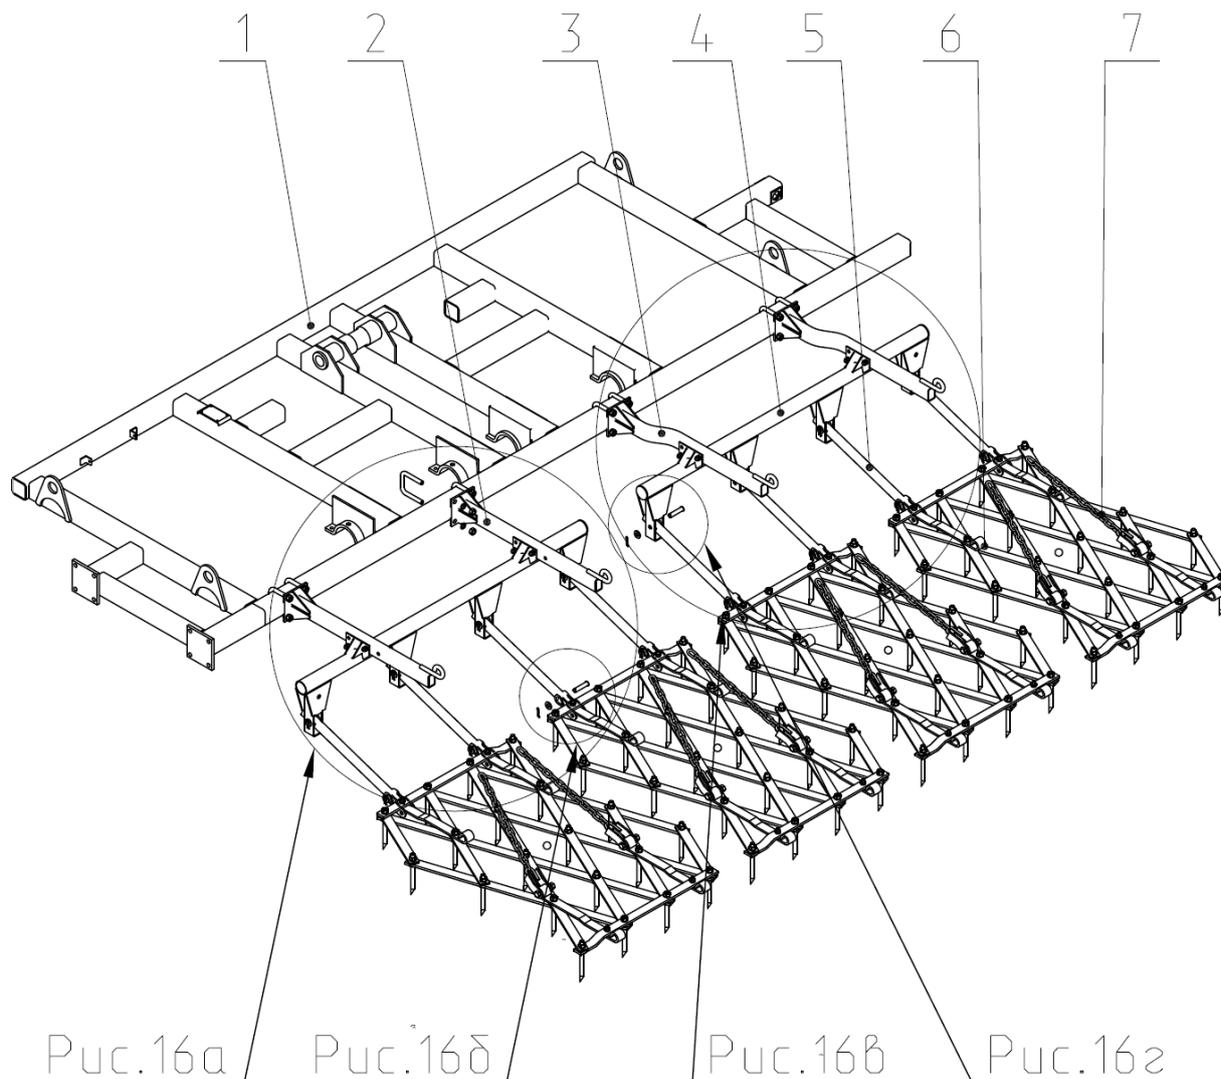

Рис.16 КСП 05.000 Приспособление для навески борон.
2.9 Приспособление для навески зубовых борон (рис.16) состоит из штанг 4(рис.16а), 1(рис.16в) закрепленных на раме культиватора скобами 1 (рис.16а), понизителей 5 и поводков 8, предназначенных для крепления борон.
Рис.16а
Рис.16б
Рис.16в Навеска зубовых борон.
Рис.16г Навеска зубовых борон.